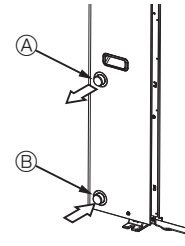

Fig. 4-1
### 4.1. Połączenie rur wodnych (Fig. 4-1)
- Położenie rur wlotowych i wylotowych pokazano na Fig. 4-1.
[Fig. 4-1]